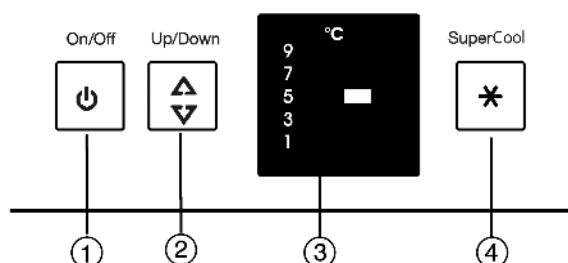

Fig. 2
- ▶ Нажмите кнопку On/Off Fig. 2 (1).
- ▶ Вызов регулировки температуры: один раз нажмите кнопку настройки Fig. 2 (2).
- ▶ Нажимайте последовательно кнопку настройки Fig. 2 (2) до тех пор, пока не загорится светодиод требуемой температуры.
- ▶ Коротко нажмите кнопку SuperCool Fig. 2 (4).
- ▷ Кнопка SuperCool Fig. 2 (4) горит.